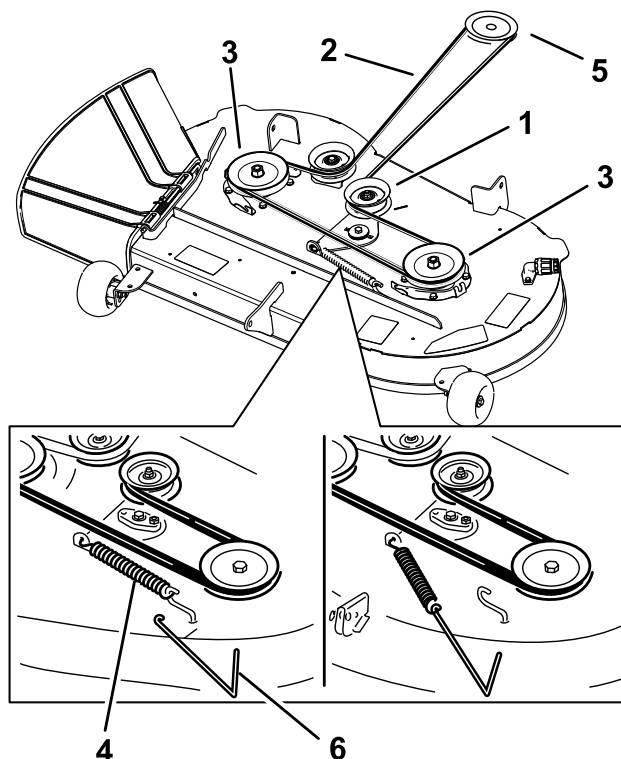

Figura 50
tensor del gancho de la carcasa para eliminar la tensión de la polea tensora, y retire la correa de las poleas (Figura 50).
6. Pase la correa nueva alrededor de las poleas del motor y del cortacésped (Figura 50).
7. Usando una herramienta para la retirada de muelles (Pieza Toro N° 92-5771), instale el muelle tensor sobre el gancho de la carcasa y tense la polea tensora y la correa (Figura 50).